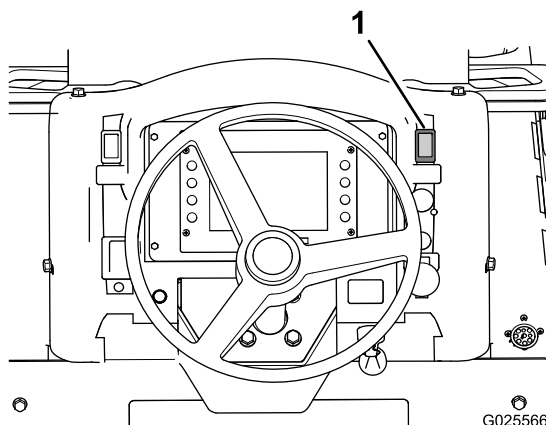

Рисунок 39
1. Нажмите переключатель стояночного тормоза (Рисунок 39) вверх, чтобы включить стояночный тормоз.